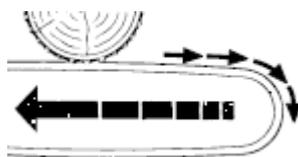

Figura 4.
- Rechazo: se produce cuando al estar actuando la cadena por su parte superior, se detiene de repente, la reacción que produce es un desplazamiento de la motosierra hacia el operario. Para evitar el rechazo esté atento a las situaciones que puedan aprisionar la parte superior de la cadena, no corte más de un tronco a la vez y no fuerza la espada cuando la retire de un corte penetrante o por debajo, esta se podría quedar enganchada y producir el rechazo (figura 4).